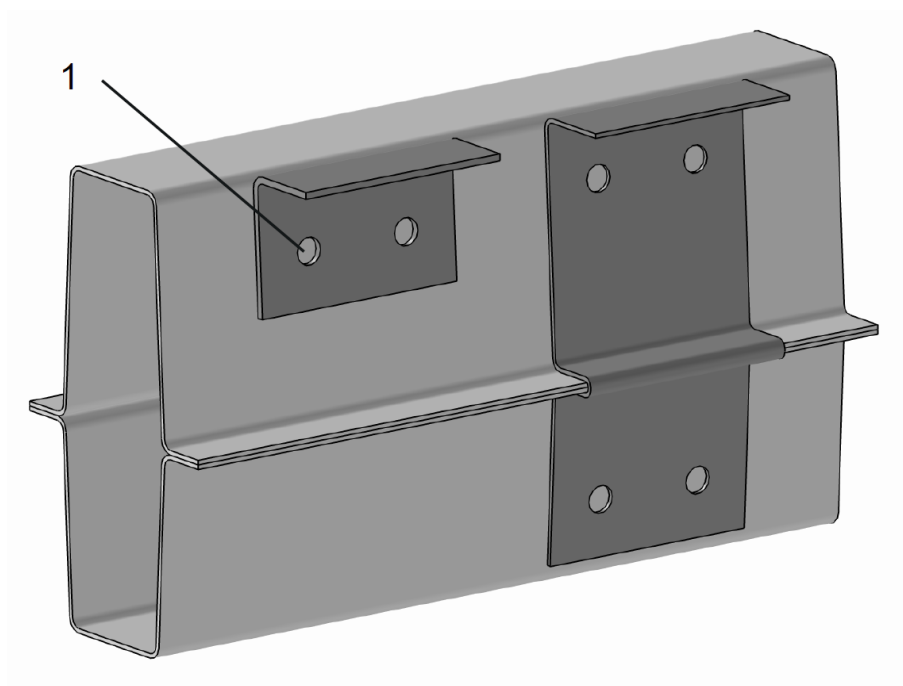

Fig. 2: Esempio di longherone con mensole supplementari
- In ogni caso è preferibile la saldatura a fori (cfr. fig. 2). Evitare i cordoni di saldatura trasversali rispetto al telaio.